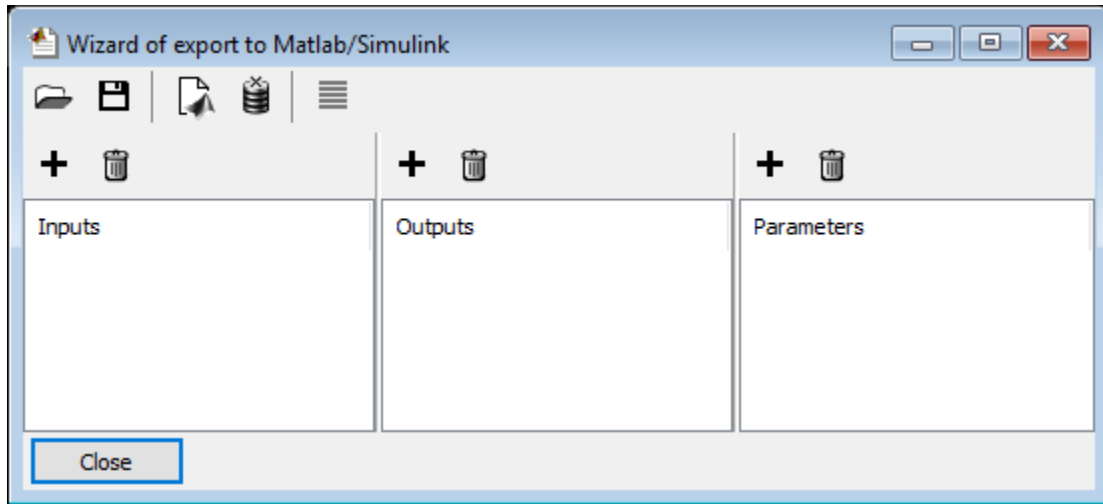

图 4.3 UM 输出向导窗口
1. 在图 4.3 界面 **Inputs** 框点击按钮 **+**，弹出模型参数窗口。
1. 在图 4.3 界面 **Outputs** 框点击按钮 **+**，添加一个输出信号。
- 在图 4.3 界面点击按钮 ，弹出警告信息，提示参数列表为空，点击 **Yes**，忽略即可。